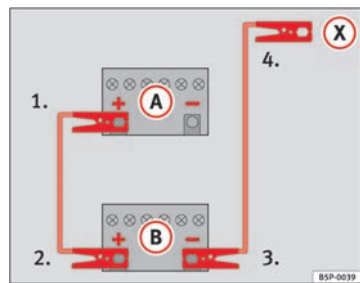

Fig. 204 Esquema de conexión de los cables de emergencia
En la ⇒ fig. 204 (A) representa a la batería sin carga y (B) a la batería con carga.
- 1. Emborne un extremo del cable de emergencia rojo al polo positivo ⇒ fig. 204 (+) del vehículo con la batería descargada ⇒ ⚠.
- 4. Emborne el otro extremo del cable negro de emergencia (X) a una pieza de metal maciza unida al bloque motor o al mismo bloque motor del vehículo con la batería descargada, lo más alejado posible de la batería ⇒ ⚠.